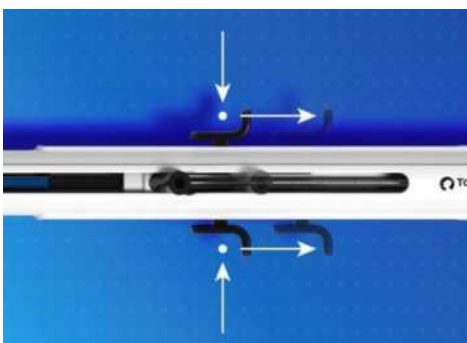

Рисунок 16. Нажать и потянуть за зафиксированный ползунок
- (6) Выполнить ангиографию правого желудочка, чтобы определить соответствующее положение ТКЛА. Как только положение для имплантации определено, нажать на зафиксированный ползунок и потянуть его для раскрытия ТКЛА (Рисунок 16 и 17).